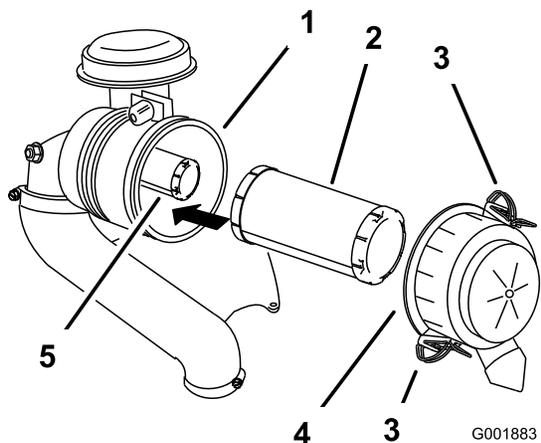

Figura 50
3. Abra los cierres del limpiador de aire y tire de la tapa de la entrada de aire para separarla del cuerpo del limpiador de aire (Figura 50).
5. Extraiga con cuidado el filtro primario de la carcasa del limpiador de aire (Figura 50).
2. Si va a cambiar el filtro interno, deslícelo cuidadosamente en el cuerpo del filtro (Figura 50).
3. Deslice cuidadosamente el filtro primario por encima del filtro de seguridad (Figura 50).
4. Instale la tapa del limpiador de aire y fije los cierres (Figura 50).